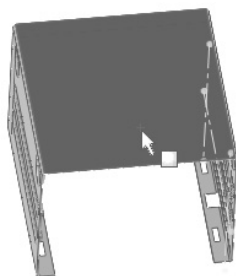

图 10-219 选择绘图基准面
27) 选择基准面。单击钣金件的底面, 单击“标准视图”工具栏中的 (正视于) 按钮, 将该基准面作为绘制图形的基准面, 如图 10-219 所示。